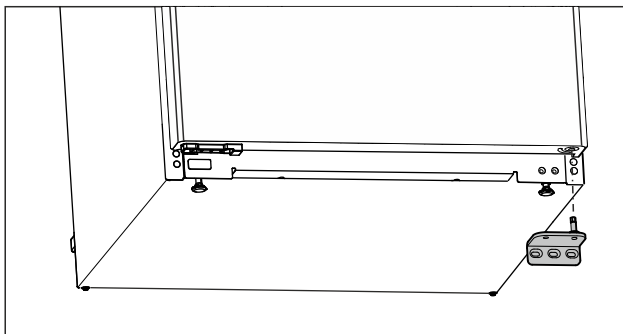

Fig. 11
- Tag hængslet af nedefter. (se Fig. 11)